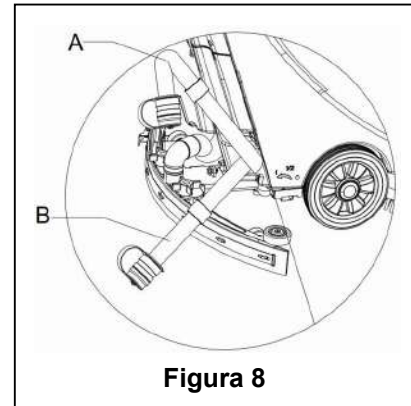

Figura 8
2. Levante la escobilla de goma mediante el mango (14).
4. Sujete el manillar (2) e incline levemente la máquina hacia atrás hasta que la rueda de guía toque el suelo. (Para el acoplamiento de la máquina, consulte los procedimientos del apartado de apagado de la máquina.)
5. Retire la manguera de vaciado del gancho de fijación, doble el extremo superior de la manguera (como se indica en **A, Figura 8**), luego abra la tapa de la manguera y bájela al suelo para drenar el agua. Opcionalmente, coloque directamente la manguera de vaciado en una posición baja o directamente en el suelo para volver la salida del agua hacia abajo (como se muestra en B, **Figura 8**), y luego gire abrir la tapa de drenaje del agua para vaciar el agua residual del tanque. Después de terminar el drenaje, utilice agua fresca para enjuagar el interior del tanque de recuperación.
Al drenar el agua residual, el tubo de vaciar los residuos debe ser doblado o bajado a una posición inferior (como se muestra en la **Figura 8 A o B**), y a continuación, abra la tapa del tubo de vaciar los residuos para drenar el agua. No vierta la salida del tubo de vaciar los residuos hacia arriba para drenar el agua verticalmente. Esto es para evitar que las aguas residuales se derramen sobre el operador.